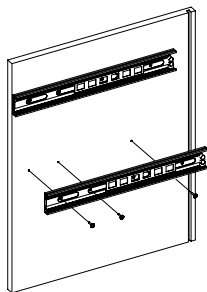

Рис.2
2. Основания телескопических направляющих закрепите на деталях 2, 3 винтами М5x8 (Рис. 2).